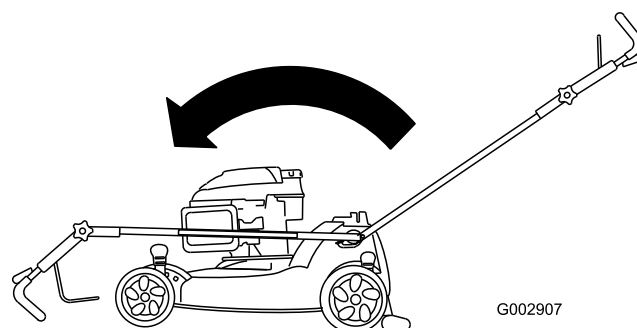

Figura 55
2. Mueva el manillar completamente hacia delante y afloje el pomo del manillar superior (Figura 55).